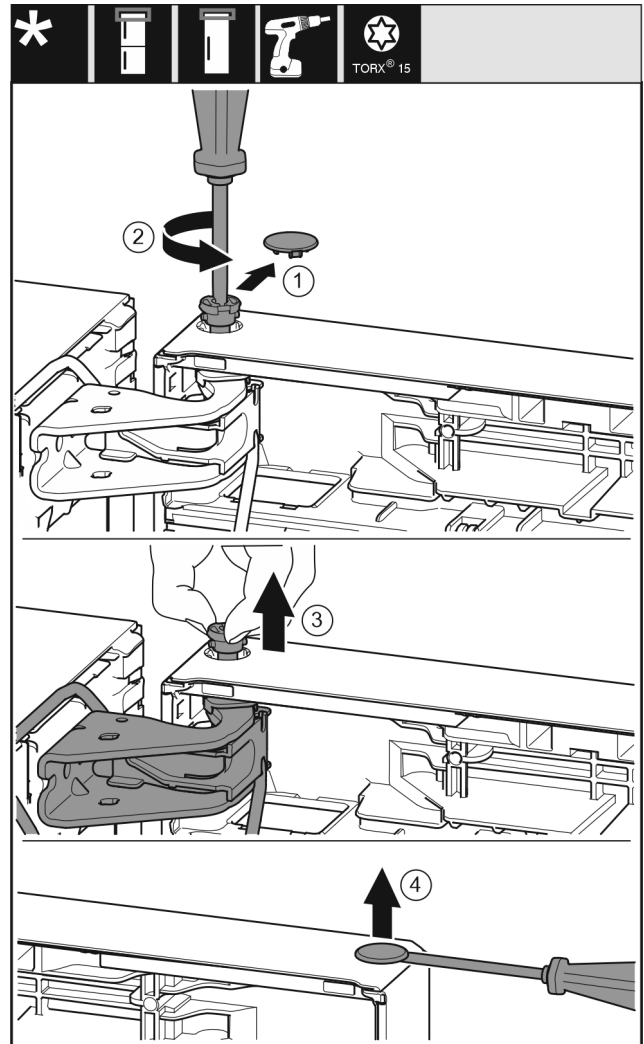

Fig. 20
- Enlever délicatement le cache de sécurité. *Fig. 20 (1)*
- Dévisser légèrement le boulon avec un tournevis T15. *Fig. 20 (2)*
- Tenir fermement la porte et sortir le boulon avec les doigts. *Fig. 20 (3)*
- Soulever délicatement le bouchon en dehors de la douille de palier de porte avec un tournevis plat et le sortir. *Fig. 20 (4)*